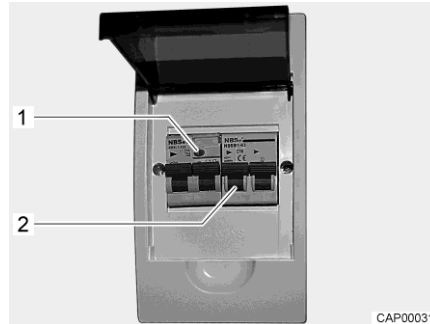

Fig. 49 Scatola dei fusibili a 230 V con interruttore di sicurezza e interruttore automatico FI
Un interruttore di sicurezza per correnti di guasto (interruttore automatico FI) nella scatola dei fusibili protegge l'intero veicolo da correnti di guasto (0,03 A). La rete di bordo a 230 V è protetta da un interruttore di sicurezza collegato in serie (10 A) (Fig. 49,2).
- Se il veicolo è collegato all'alimentazione a 230 V, premere il tasto di controllo (Fig. 49,1). L'interruttore di sicurezza per correnti di guasto deve scattare.